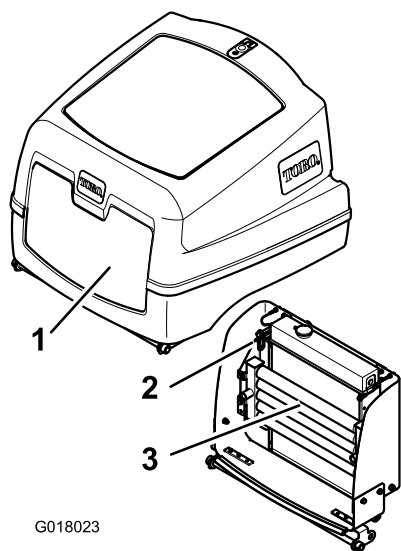

Figura 57
4. Liberte o trinco e abra a cobertura do motor (Figura 57).